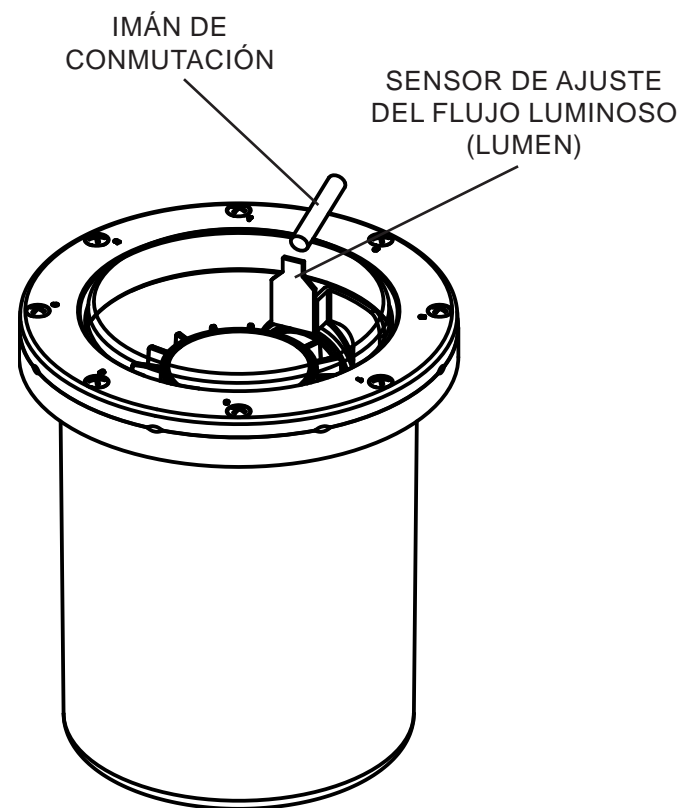

Figura 4
- Localice el sensor de ajuste del lumen en la parte superior del artefacto de iluminación. Vea la Figura 4.
- Coloque el imán sobre el sensor de ajuste del lumen, sobre la parte superior del vidrio, durante 1,5 segundos para comenzar el modo de programación. Aleje el imán del sensor. Vea la Figura 4.